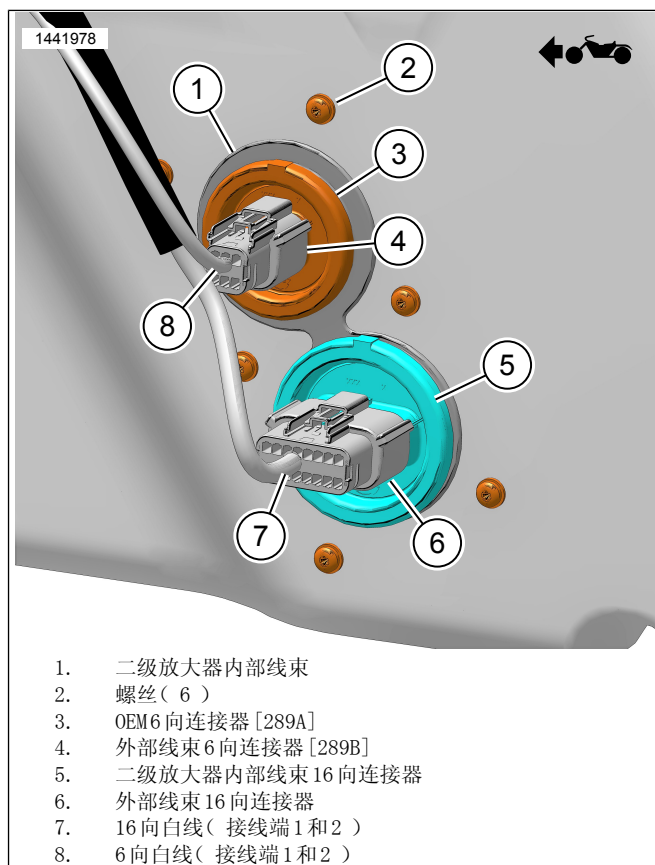

图8。外部线束白线（边箱外）
1. 参见图8。使用专用工具从连接器上卸下接线端。
- 将6路OEM连接器[289B] (4) 的白色/粉红色导线 (8) 连接到二级放大器线束16路连接器[289B_1] (7) 上的接线端1。
- 将6路OEM连接器[289B] (4) 的白色/棕色导线 (8) 连接到二级放大器线束16路连接器[289B_1] (7) 上的接线端2。
3. 参见图8。使用电工胶布包裹16路连接器 (6) 中的白线 (7) 的末端，或将导线（包括未使用的连接器 [350B]）完全从二级放大器线束中拆除。
4. 根据需要固定未使用的白线 (7)。
如果没有边箱扬声器，则没有外部线束6路连接器(4)。参见图 8。